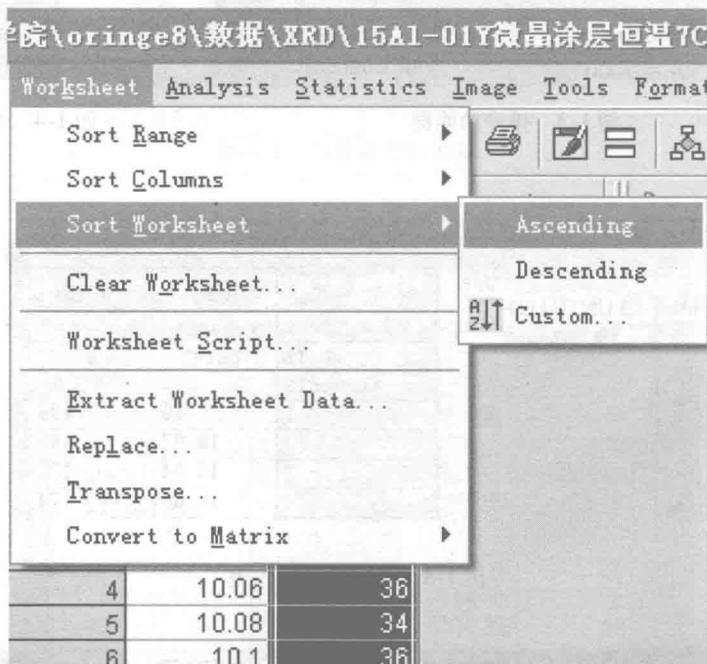

图 1-7 单列排序 (保持关联性操作)
- (1) 选中一列需要排序的数列，点击 Worksheet→Sort Worksheet→Ascending (升序排列) /Descending (降序排列)。如图 1-7 所示。